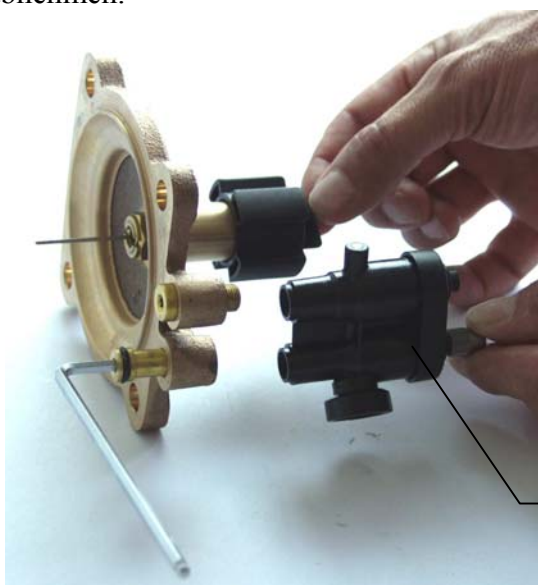

Bild 2
7.3 Ausbau / Einbau der Steuereinheit (siehe Bild 2)